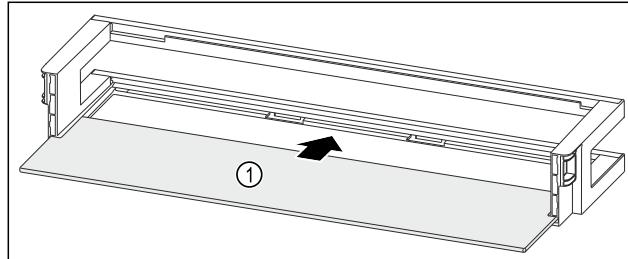

Fig. 50 Лотки на дверцятах з полицею
- Посуньте полицю Fig. 50 (1) у бічні пази.